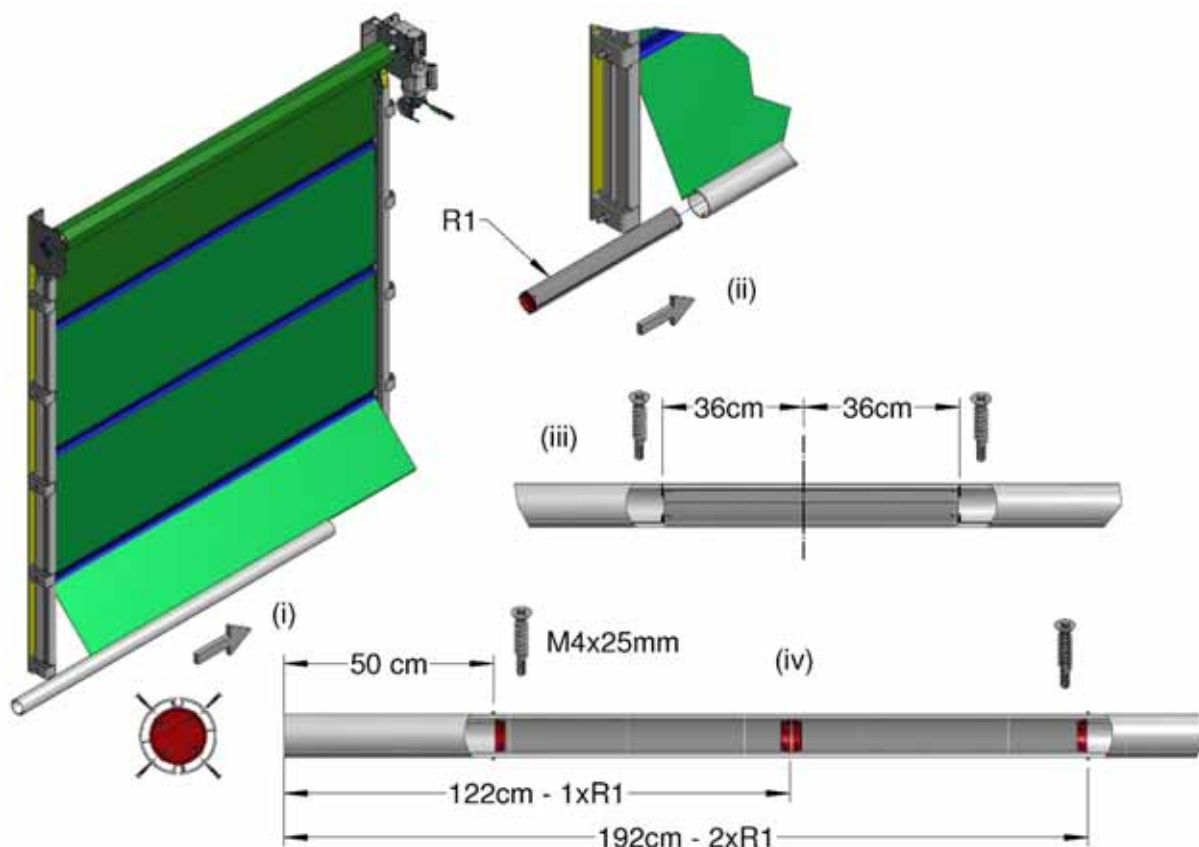

Abbildung 21, Unteres Rohr und Gewichte
23. Schieben Sie das untere Rohr auf das untere Segment, siehe Abbildung 21(i). Wenn das Tor mit einer ungeraden Anzahl an Rohrgewichten (R1) geliefert wurde, führen Sie ein Gewicht in die Mitte des Rohrs ein. Fixieren Sie jedes Ende des Gewichts mit Senkschrauben vom Typ M4 x 25, wie in Abbildung 21(iii) dargestellt.
Führen Sie die Gewichte an jedem Ende, wie dargestellt, ein und fixieren Sie sie, siehe Abbildung 21(iv).